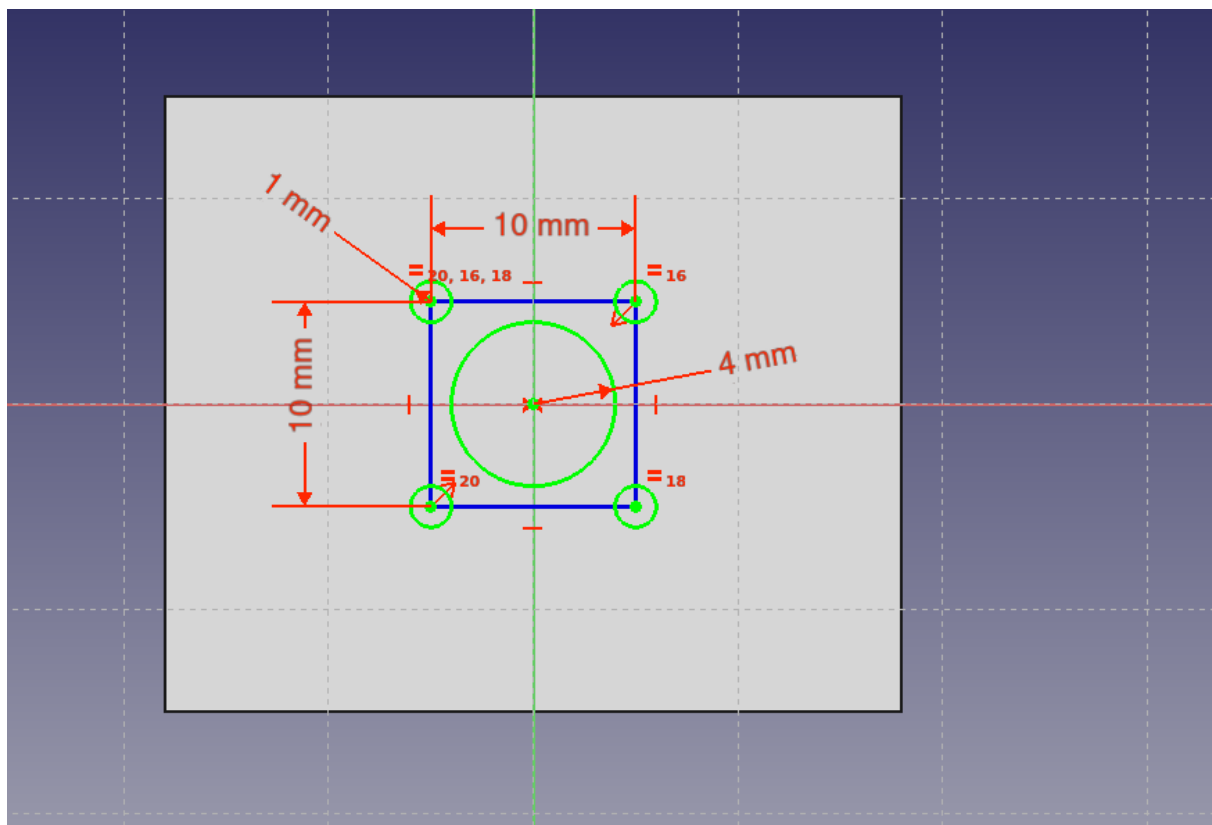

Рис. 5. Эскиз центральной грани держателя
11. В центре держателя находится одно большое отверстие, по краям которого симметрично расположены четыре маленьких отверстия. Выберем центральную грань держателя и создадим на этой грани эскиз «**Create Sketch**» по аналогии с Рис.5. В данном случае внешнюю геометрию подтягивать нет необходимости. Для симметричного размещения контуров маленьких отверстий используется вспомогательный квадрат (синего цвета) с центром в начале координат. Контурные отверстия находятся в углах данного квадрата.